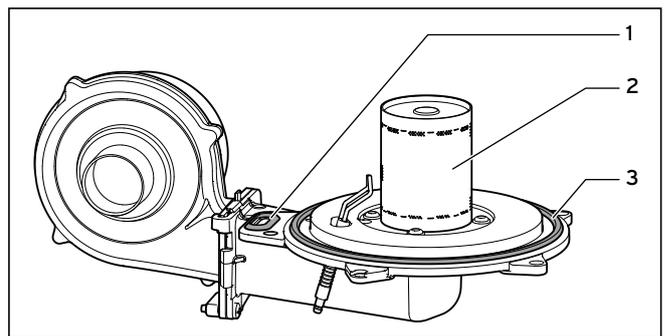

Abb. 8.3 Brennertürdichtungen ersetzen
- Erneuern Sie nach jedem Öffnen der Brenntür die Dichtung (1) und die selbst-sichernden Muttern an der Brenntür (z. B. bei Wartungs- und Servicearbeiten).
- Erneuern Sie die Dichtungen (1) und (3) in der Brenntür (siehe Abb. 8.3).